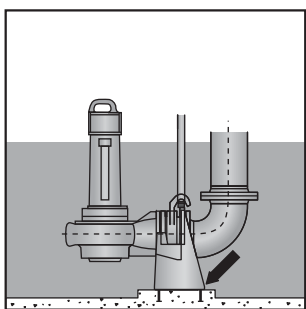
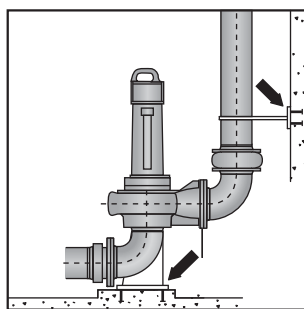

Рис. 3
Рис. 4
3. При стационарном монтаже фиксация насоса должна быть произведена к неподвижному основанию, которое не должно передавать, вызывать и отражать колебания (рис. 3 и 4)
4. Для установки насоса нужно применять устройство погружного монтажа (погружная установка, рис. 3), или опорное фланцевое колено (сухая установка, рис. 4), закрепленные непосредственно на фундаменте станции (или шахты).